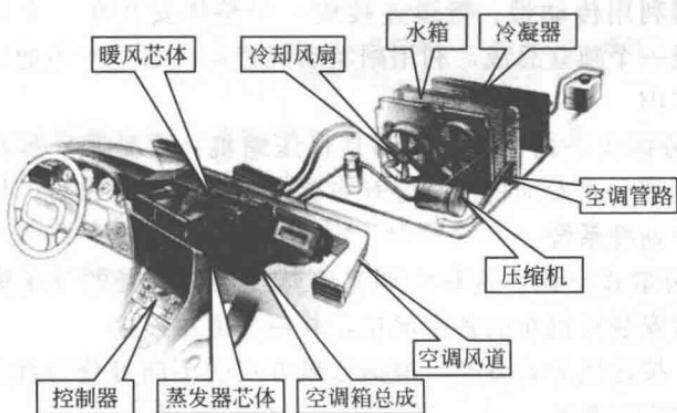

图 1-6 非独立式轿车空调系统
(1) 按驱动方式分类 汽车空调系统根据驱动方式的不同可分为非独立式汽车空调系统与独立式汽车空调系统。
① 非独立式汽车空调系统：此类空调的制冷压缩机由汽车本身的发动机驱动，汽车空调系统的制冷性能受汽车发动机工况的影响较大，工作稳定性较差，特别是低速时制冷量不足，高速时制冷量又过剩，并且消耗功率较大，进而影响发动机的动力性能。这种类型的汽车空调系统通常用于制冷量相对比较小的轿车上。非独立式轿车空调系统如图 1-6 所示。